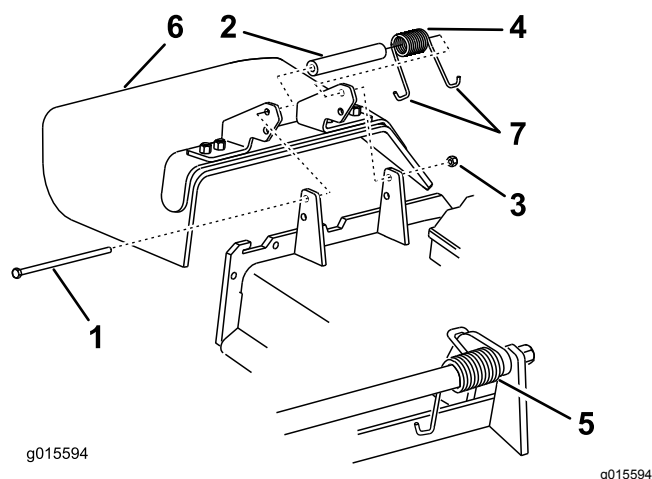

Bild 109
1. Entfernen Sie die Sicherungsmutter, Schraube, Feder und das Distanzstück, mit denen das Ablenkblech an den Schwenkhalterungen befestigt ist (Bild 109).
- Entfernen Sie defekte oder abgenutzte Ablenkbleche (Bild 109).
Hinweis: Stellen Sie sicher, dass sich das J-Ende der Feder hinter der Mähwerkkante befindet, bevor Sie die Schraube einsetzen, wie in Bild 109 abgebildet.
- Führen Sie das J-förmige Hakenende der Feder um das Ablenkblech (Bild 109).